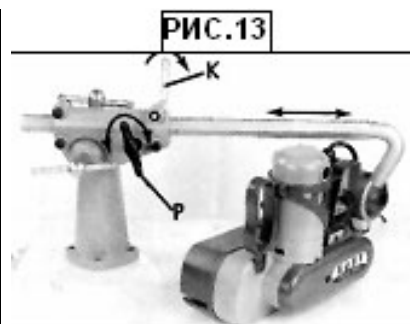

РИС.13
2. Ослабьте рычаг (К), передвиньте маломощный фидер вправо или влево, повернув рычаг (Р). См. РИС. 13.